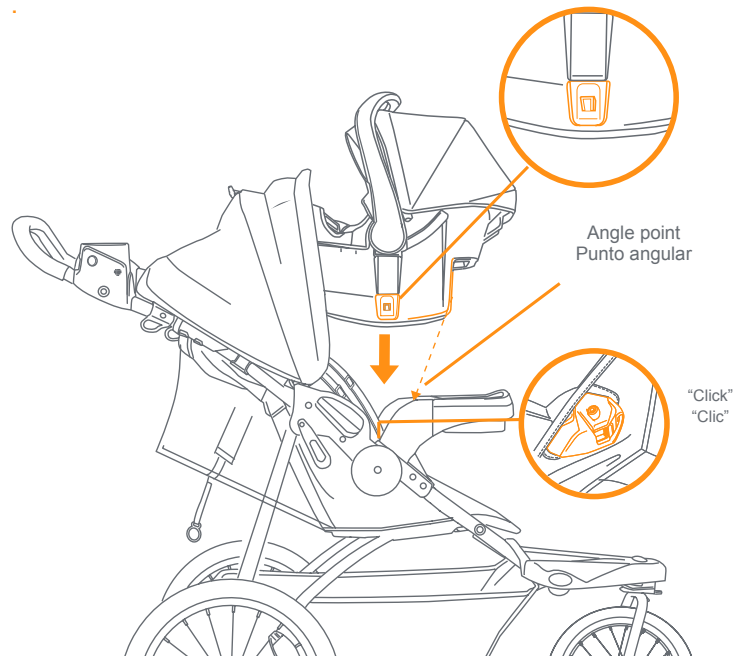

Fig. 14b
- Align the car seat module to the inner frame connectors. Carefully rest the car seats lower rear against the angle point of the tray. Latch the module into the stroller frame. Press down firmly for the click. **ALWAYS** ensure that the car seat is properly connected and locked onto the stroller before each use by lifting up on the car seat handle (Fig. 14b).
- Alinee el módulo de la sillita para el automóvil con los conectores del armazón interno. Apoye con cuidado la parte trasera inferior del asiento del automóvil contra el punto angular de la bandeja. Enganche el módulo en el marco del carrito. Presione firmemente hasta que haga clic. **SIEMPRE** verifique que la sillita para el automóvil esté conectada correctamente y trabada en el carrito antes de cada uso levantándola del manubrio de la sillita para el automóvil (Fig. 14b).